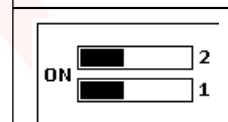

Fig. 13
- Posizionare il DIP 2 su ON se i dispositivi di rilevamento utilizzati sono di tipo NC (Fig. 13);